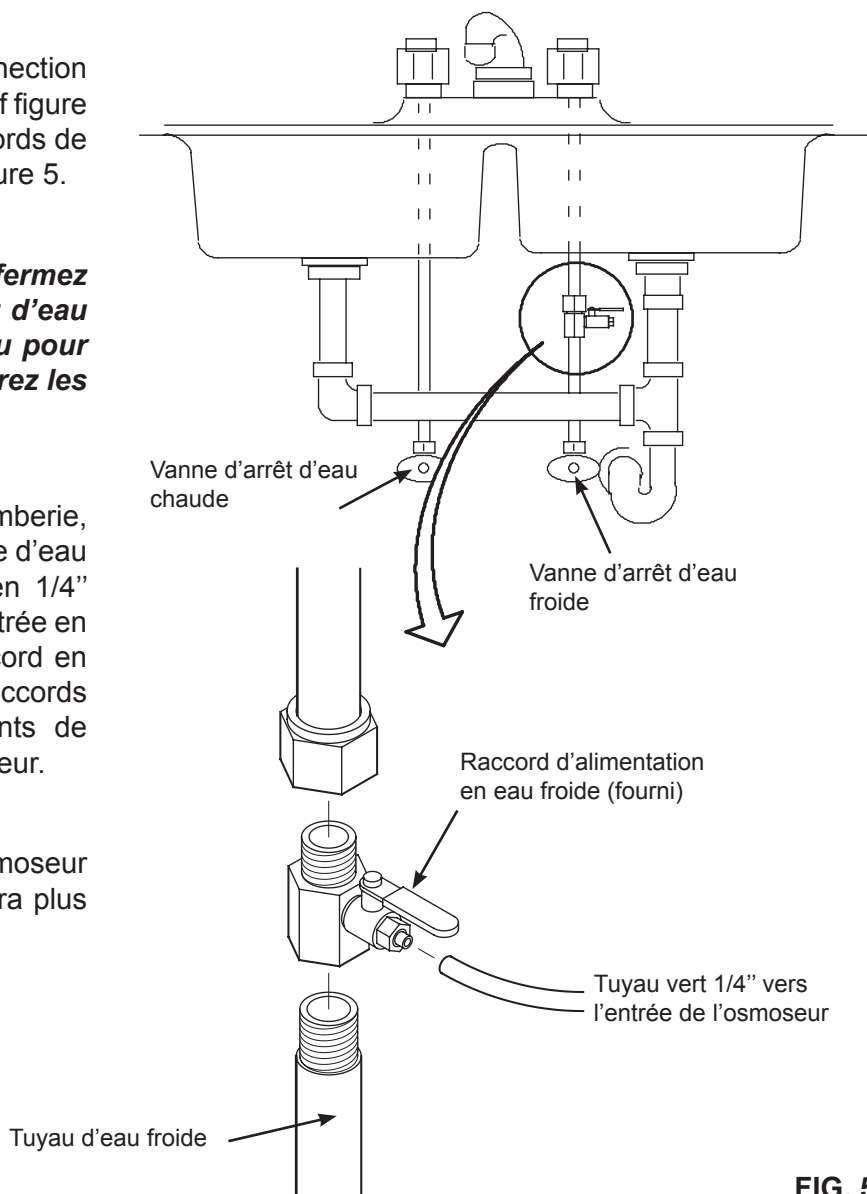

FIG. 5
1. Avant de commencer, fermez les robinets d'arrivée d'eau froide et d'eau chaude (cf Figure 5).
Le raccord doit comporter une connexion 1/4" (6.35 mm) au tuyau de l'osmoseur, cf figure 20. Une installation type, avec des raccords de plomberie standards est illustrée en Figure 5.
IMPORTANT: Avant de commencer, fermez les robinets d'arrivée d'eau froide et d'eau chaude (cf Figure 5). Utilisez un seau pour récupérer l'eau lorsque vous dévisserez les tuyaux.
En accord avec les normes de plomberie, installez un raccord sur le tuyau d'arrivée d'eau froide pour insérer ensuite un tuyau en 1/4" (6.35 mm). Une connection type est illustrée en Figure 5. Vous pouvez utiliser des raccords en soudure ou filetés. Si vous utilisez des raccords filetés, assurez-vous d'utiliser des joints de tuyaux ou du Teflon sur le filetage extérieur.